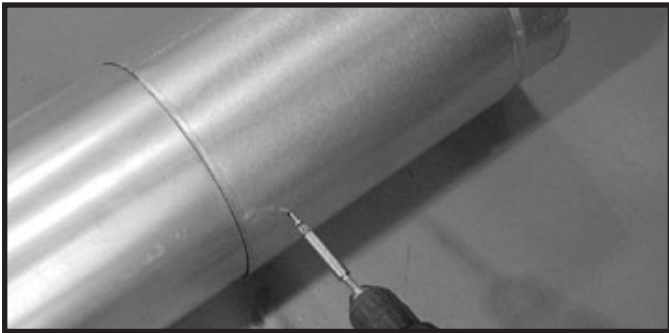

Abbildung 10.4 Schrauben am Gleitelement
- Verbinden Sie das Rohrsegment und das Gleitelement mit zwei Schrauben von maximal 1,3 cm Länge. Verwenden Sie hierzu die vorgebohrten Löcher im Gleitelement. Siehe Abbildung 10.4.